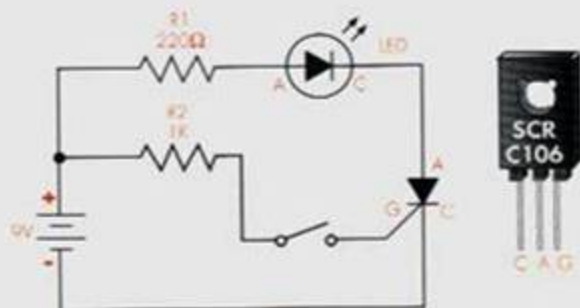

Figura 1. Diagrama esquemático
1. Arme en el protoboard el circuito que aparece en el diagrama esquemático de la figura 1. Use como guía de ensamble, el diagrama pictórico.
2. Tome el cable conectado a la resistencia de 1K y toque momentáneamente la compuerta (G) del SCR. El LED deberá encenderse y permanecer así, indicando que está pasando corriente a través del circuito.